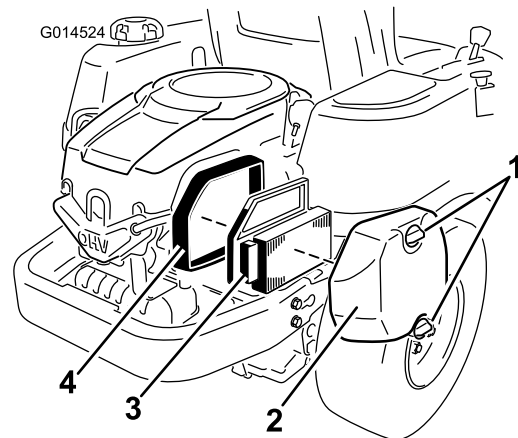

Figura 27
1. Retire la tapa del limpiador de aire (Figura 27).
2. Retire el elemento limpiador de aire con la junta de goma integral (Figura 27).
5. Instale el elemento del limpiador de aire con el lado plisado hacia fuera, y asiente la junta de goma en los bordes de la base del limpiador de aire (Figura 27).
6. Vuelva a instalar la tapa del limpiador de aire y fíjela con los dos pomos (Figura 27).